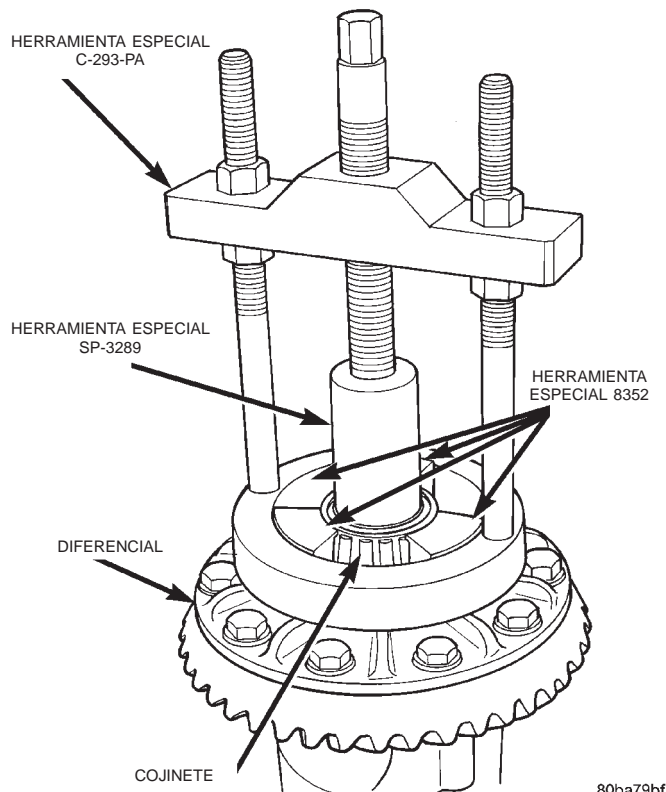

Fig. 40 Desmontaje del cojinete del diferencial
- (1) Retire la caja del diferencial de la caja del eje.
- (2) Retire el cojinete de la caja del diferencial del lado de la corona con la prensa y el extractor C-293-PA, los bloques adaptadores 8352 y el tapón SP-3289 (Fig. 40).
- (3) Retire de la maza de la caja del diferencial la cámara impeleante del diferencial Vari-lok™.